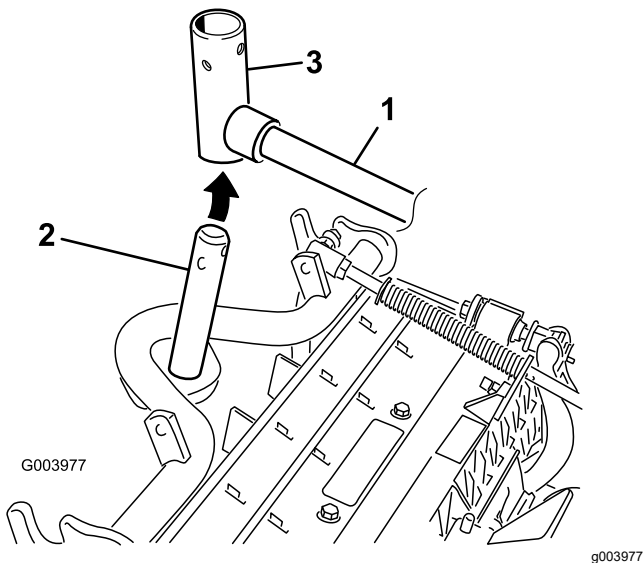

Figura 8
7. En las unidades de corte delanteras, deslice una unidad de corte debajo del brazo de elevación mientras introduce el eje del bastidor de tiro en la horquilla de pivote del brazo de elevación (Figura 8).
- B. Introduzca la horquilla del brazo de elevación en el eje del bastidor de tiro (Figura 8).